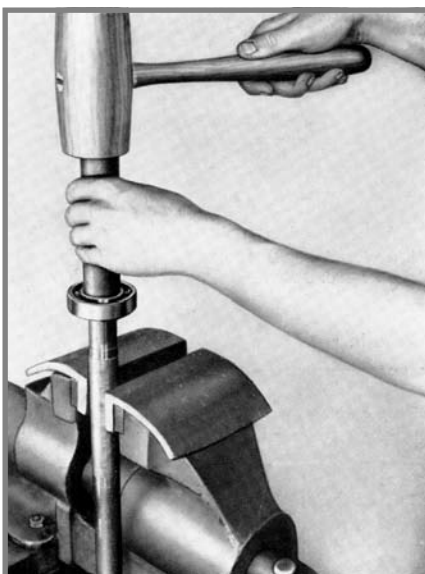

Fig. 18
09. Os novos rolamentos de esferas devem ser aquecidos em banho de óleo até a temperatura de 80°C e assentados no eixo até o encosto. Se necessário, usa-se um tubo, que deve encostar no anel interno do rolamento (Fig. 18). Deve-se evitar a entrada de sujeira nos rolamentos.